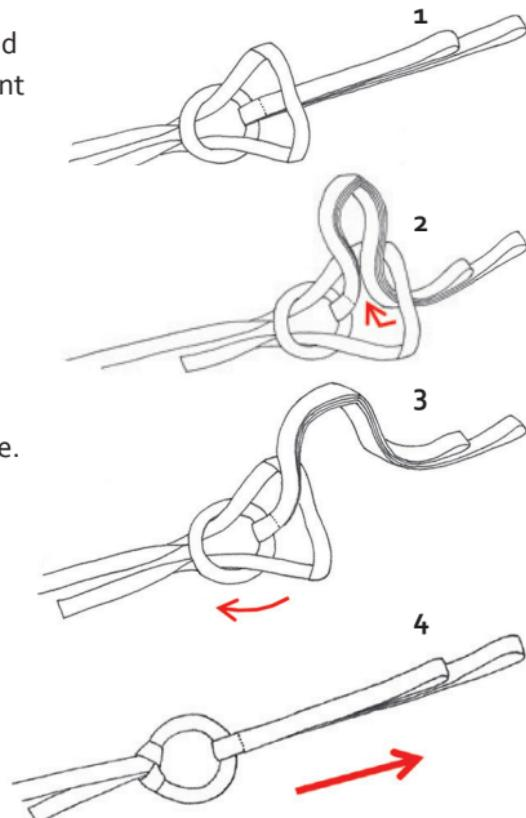

Fig. 14
- Repliez la bande restante et passez-la à travers l'anneau de l'aide de traction (Fig. 14, 1).
- Procédez ensuite comme indiqué sur la Fig. 14, 2–4.